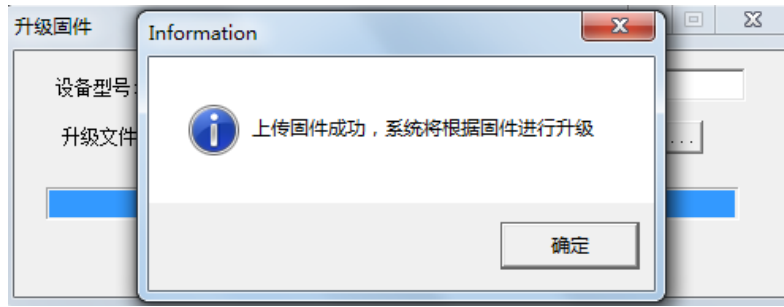

图 6.16 固件升级完成
- 大约 1 分钟后，固件即可升级完成，如图 6.16 所示。然后等待大约 30 秒系统进行初始化和启动。